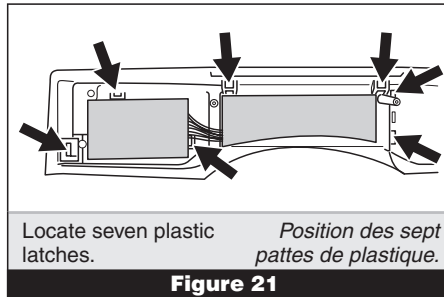

Figure 21
3. The console electronics and housing assembly is held to the decorative piece by seven plastic latches. See figure 21.
3. Sept pattes de plastique assurent la fixation du module électronique de la console et de son carter sur le panneau décoratif. Voir figure 21.